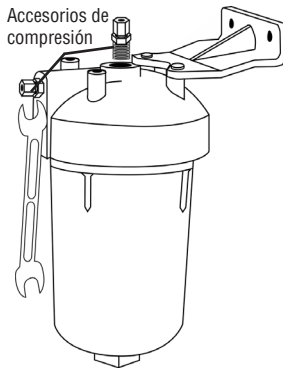

Figura 4
4. Enrosque un accesorio en la salida del filtro (arriba) y el otro accesorio en la entrada del filtro (costado). Apriete ambos accesorios con una llave. No lo apriete demasiado. (Figura 4)